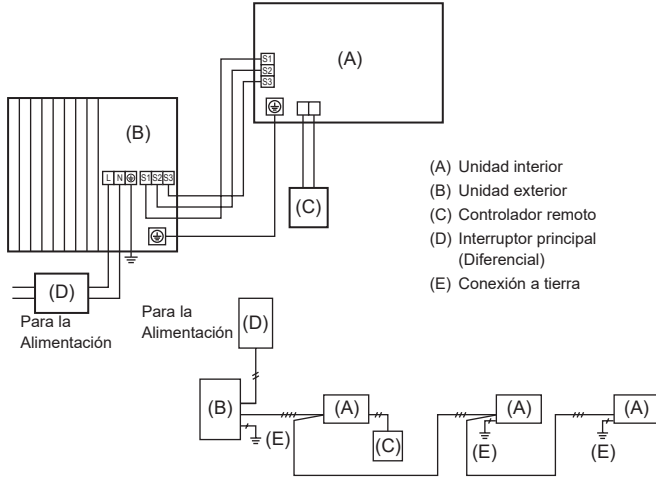
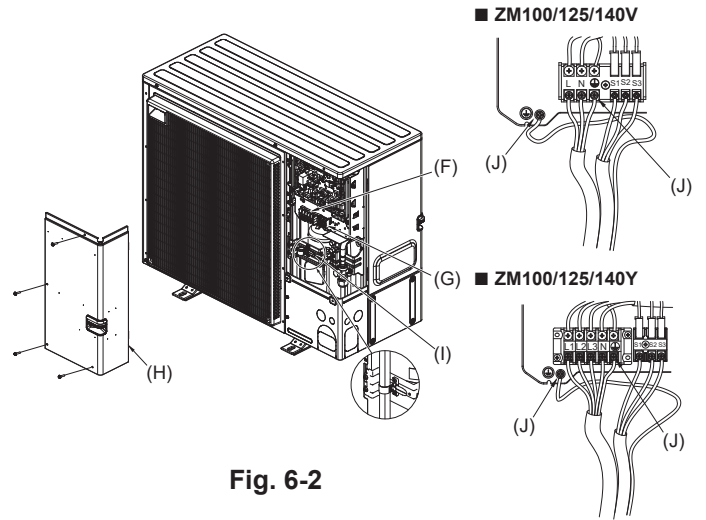

Fig. 6-1
Fig. 6-2
6.1. Unidad exterior (Fig. 6-1, Fig. 6-2)
(1) Extraiga el panel de servicio.
(2) Tienda los cables de acuerdo con la Fig. 6-1 y Fig. 6-2.